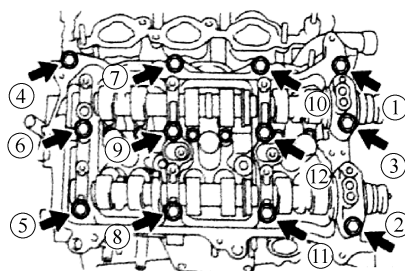

图 1-136 拆卸轴承盖螺栓
③ 按如图 1-136 所示顺序，分步均匀地拧松并拆下 12 个轴承盖螺栓。
④ 拆下 5 个凸轮轴轴承盖。